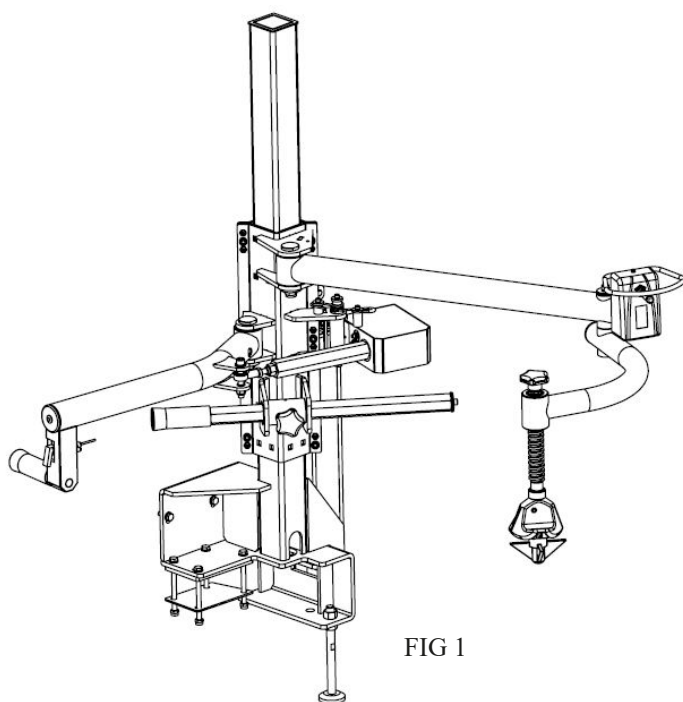

FIG 1
- Som vist i FIG1, er Tiger-modellen udstyret med en justerbar drejeskive. Standardindstillingen fra fabrikken er på andet gear (12"-23" & 14"-25"). Operatøren kan justere til forskellige gear ifølge visningen i FIG1, alt efter hvilken type fælg der skal monteres eller afmonteres.
(Bemærk: FIG1 viser udvendigt spændområde, og alle fire spændarme skal udskiftes samtidig ved gearskift).